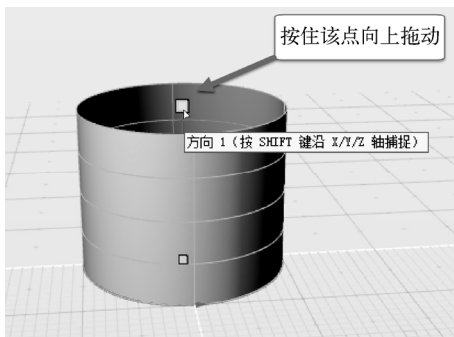

图 4-18 绘制挤出曲面
- 2) 使用“挤出”工具^②，当控制台提示“拾取曲面边”时，选择曲线“圆#1”，按〈Enter〉键或空格键确认；当控制台提示“沿方向 1 的距离”时，可直接输入一个数值，或在建模视图上直接按住控制该参数的亮蓝色控制杆并向上拖动，即可绘制出挤出曲面，如图 4-18 所示。